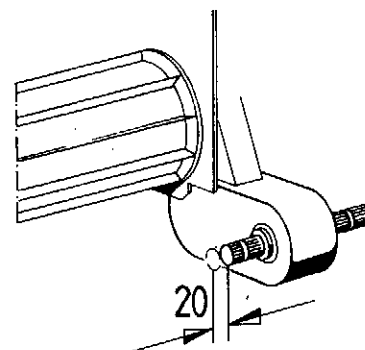

Abb. 15
4.3.3 Der Antriebszapfen muß nach Abbildung 15 eingekürzt werden!